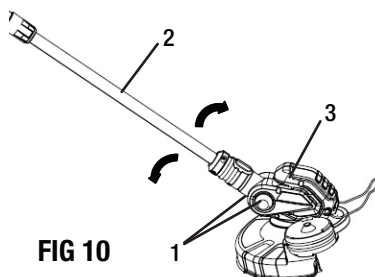

FIG 10
INCLINAISON DE LA TÊTE DE MOTEUR (FIG 10)
1. Appuyer sur les boutons d'inclinaison (1) des deux côtés de la tête du moteur (3).
2. Incliner l'arbre (2) contre la tête du moteur à l'angle désiré comme indiqué à la Fig. 10. Un clic indique que l'arbre est verrouillé dans l'une des positions.